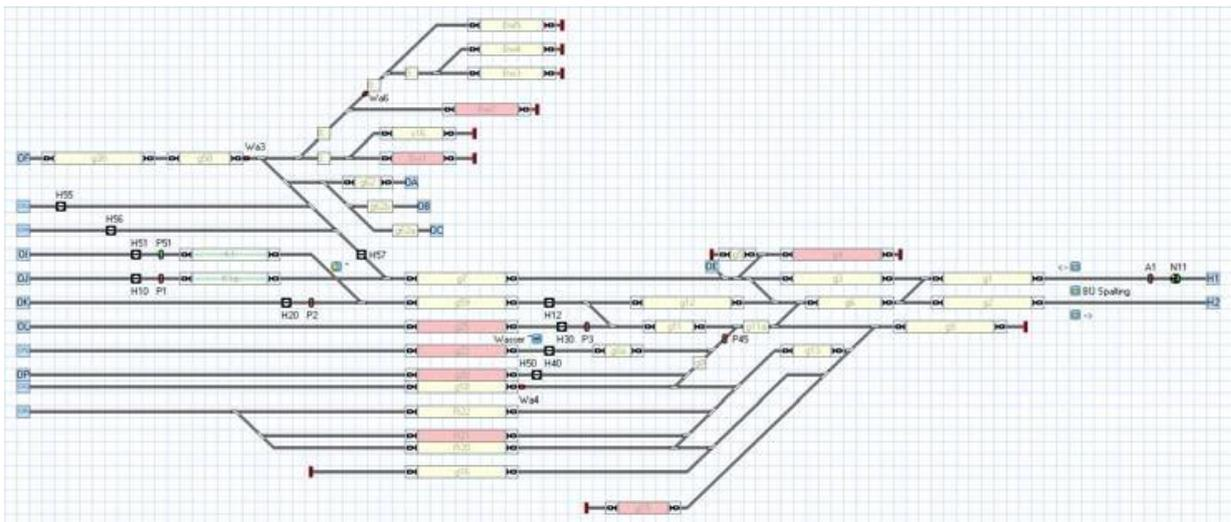

Figure 49 : exemple de TCO
**B** Pour chaque TCO, il est possible de personnaliser la taille, à savoir le nombre de lignes et de colonnes, et l'apparence individuellement. Les éléments du TCO sont disposés dans un système à base de grille constituée de lignes et de colonnes (Voir la figure 49).